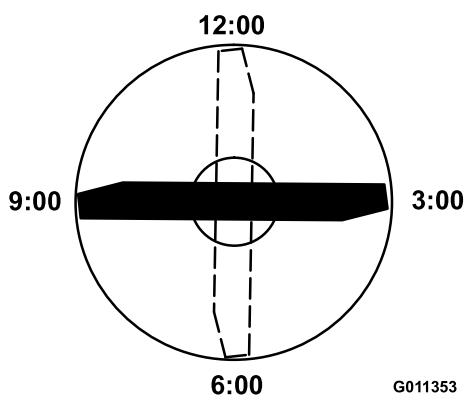

Рисунок 68
измерьте высоту от стола до режущей кромки ножа (Рисунок 68).
4. Поверните отмеченный конец ножа в положения «3 часа» и «9 часов» и измерьте значения высоты (Рисунок 68).